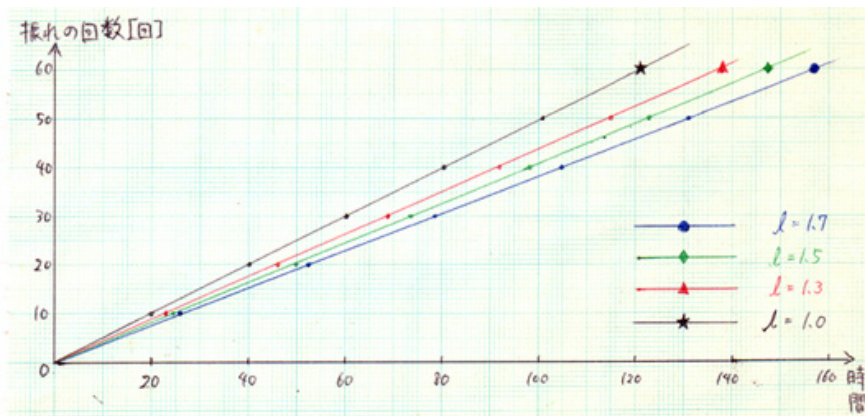

図 9. さまざまな長さの振り子で、振れの数を変えて測定。測定精度が向上する。(甲陵高Iさん)
2. ラップタイムや振れの回数を変えた測定などによって統計誤差を減らす (図 9, 10)